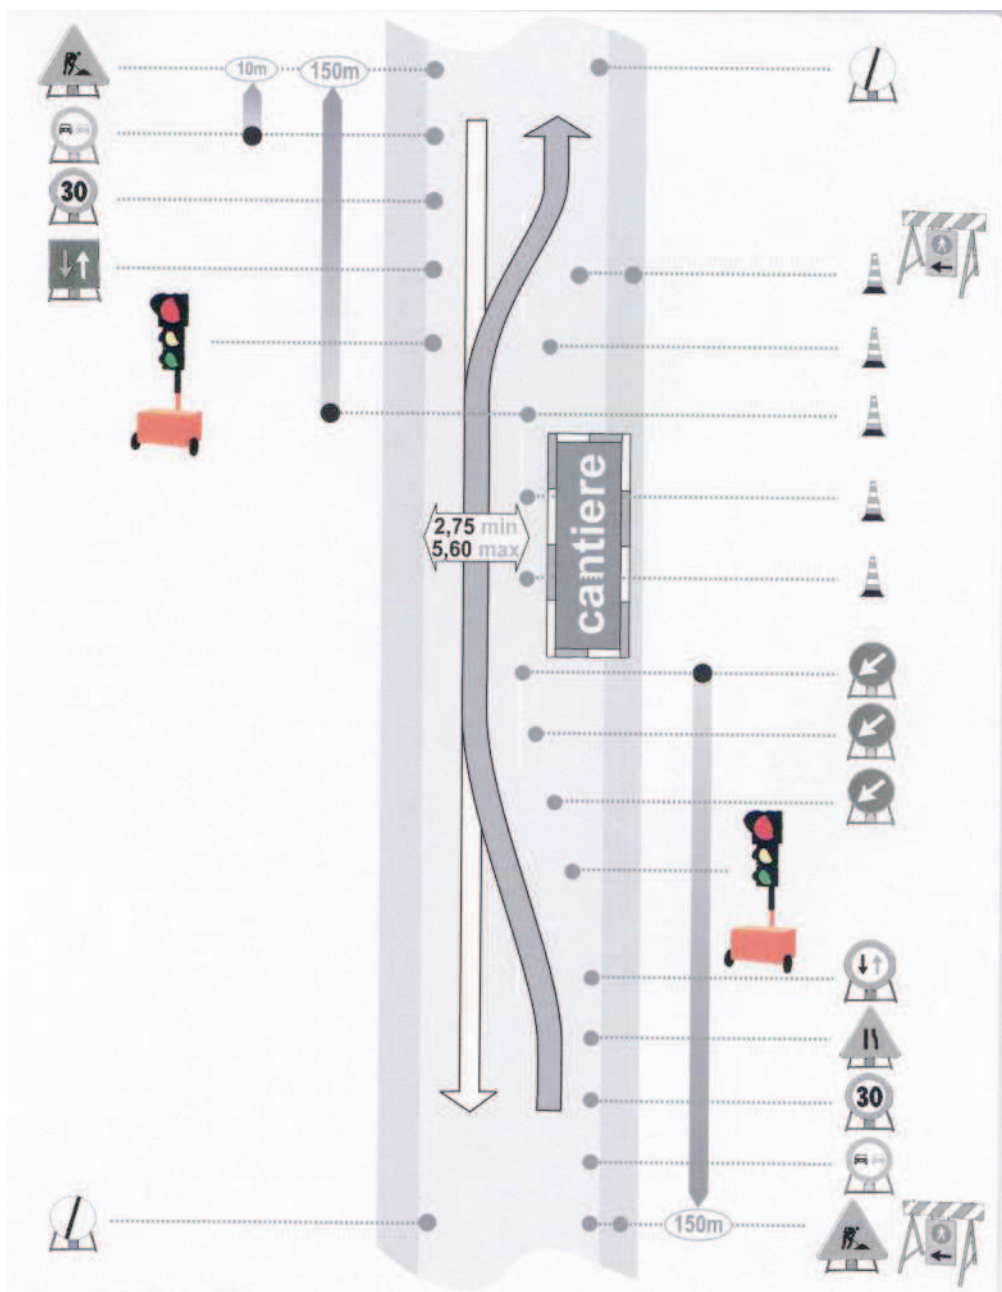

FIGURA 8B – CANTIERE CON SEMAFORI PER SENSO UNICO ALTERNATO. FIGURA OPERATIVA.
- Figura 8b Cantiere con semafori per senso unico alternato. Figura operativa.